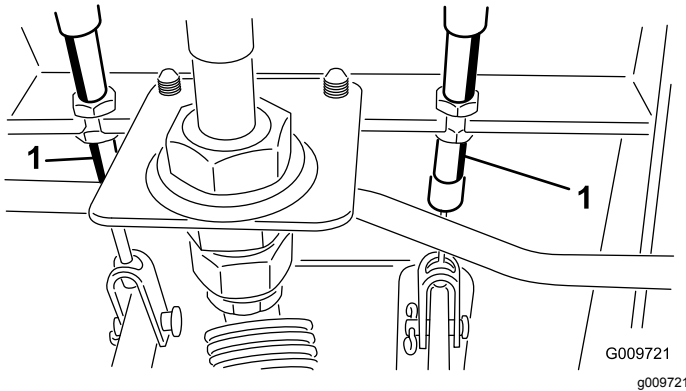

Bild 47
- A. Lockern Sie die vordere Mutter an der Gewindeseite des Bremszuges (Bild 47).